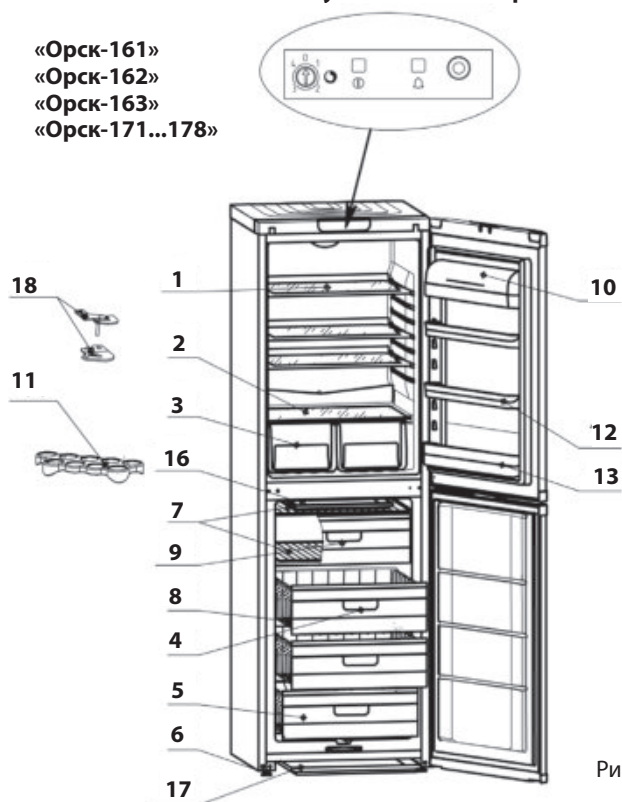
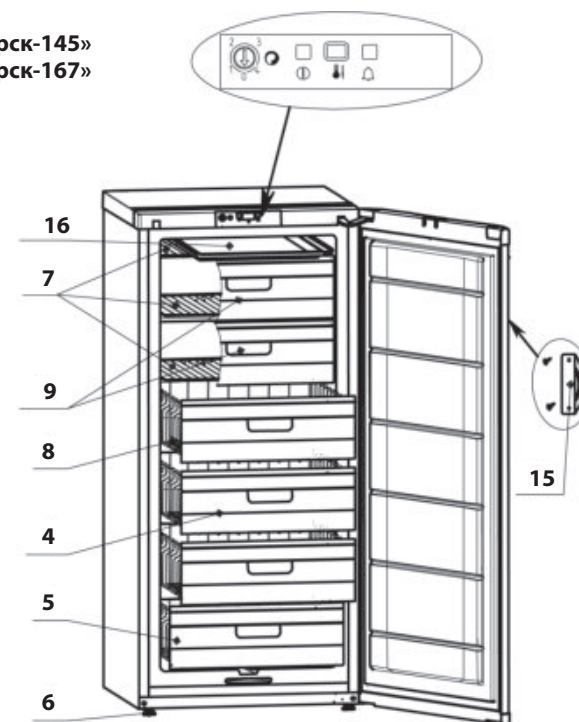

Рис. 1
Рис. 2
3.2. Освободите холодильник от упаковки. В передние отверстия в дне шкафа верните две регулировочные опоры (рис.1, 2). Холодильник должен стоять устойчиво на опорах. На дверях моделей «Орск-145» установите ручку.
ВНИМАНИЕ! При установке холодильника проверьте, чтобы трубка слива талой воды на задней стенке холодильника находилась в средней части чаши слива, которая располагается на компрессоре, или в поддоне под холодильником (рис.1, рис.4).
4.1. Управление режимами работы холодильника осуществляется датчиком-реле температуры, который расположен на панели управления и индикации (рис.1 - рис.2). Вращение ручки датчика-реле температуры по часовой или против часовой стрелки обеспечивает понижение или повышение температуры в камерах холодильника.